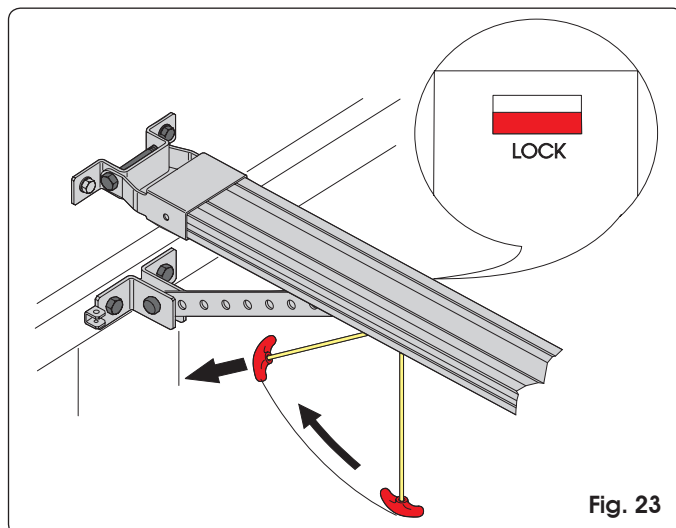

Fig. 23
- 4) Tire de la manilla de desbloqueo horizontalmente en dirección a la puerta (Fig. 23). Compruebe que, cuando se suelta la manilla, la ventanilla LOCK situada debajo del carro sea de color rojo. Mueva manualmente la puerta hasta encontrar el punto de enganche del carro.